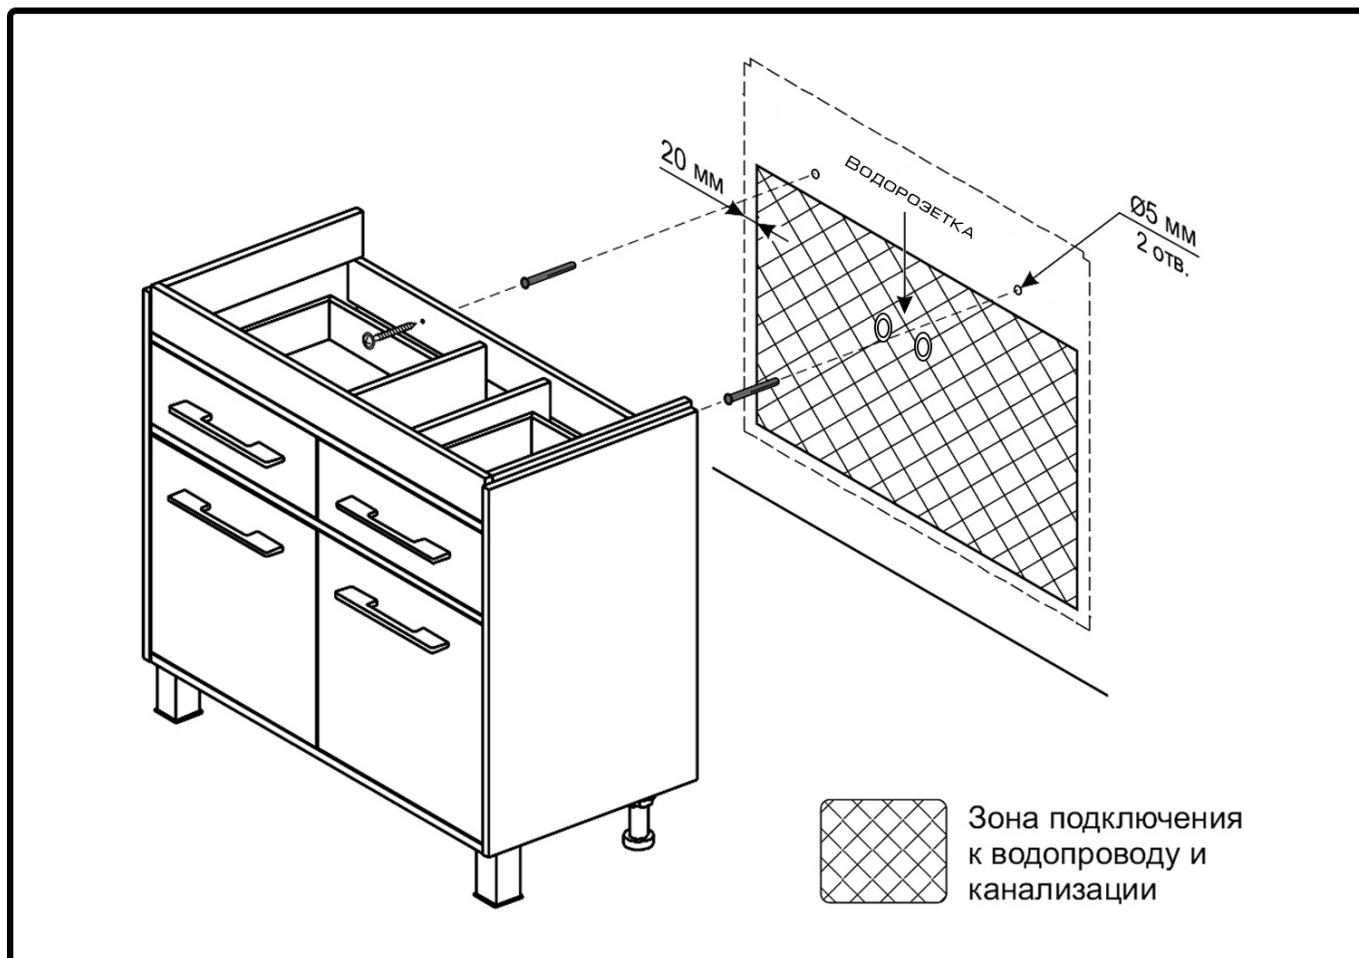

РИС.3 КРЕПЛЕНИЕ ТУМБЫ К СТЕНЕ
- Тумбочку необходимо закрепить на пару дюбелей к стене через заднюю стенку, во избежание смещения **(рис.3)**.